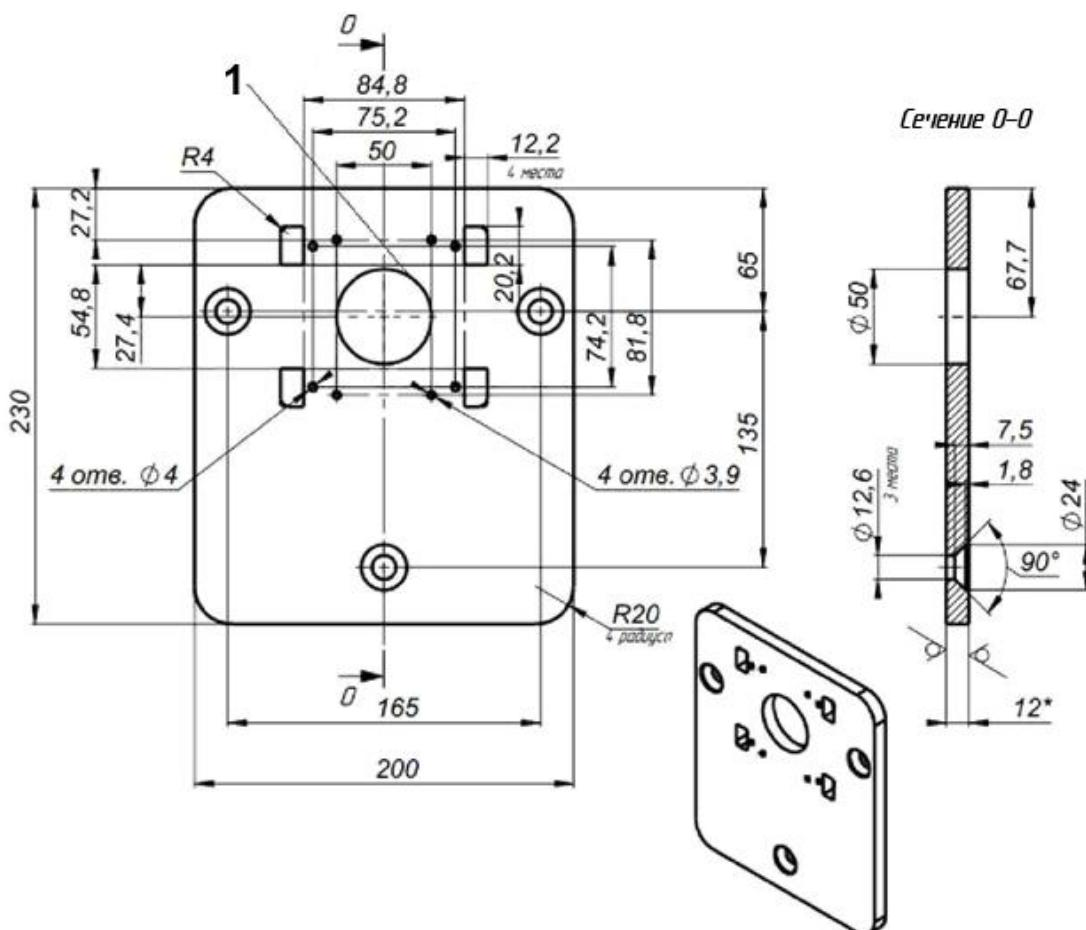

Рисунок 5 – Установочные размеры площадки турникета
4.2.4 Рисунок 5 – подводку кабелей производить через отверстие (1) в нижней плате стойки турникета.